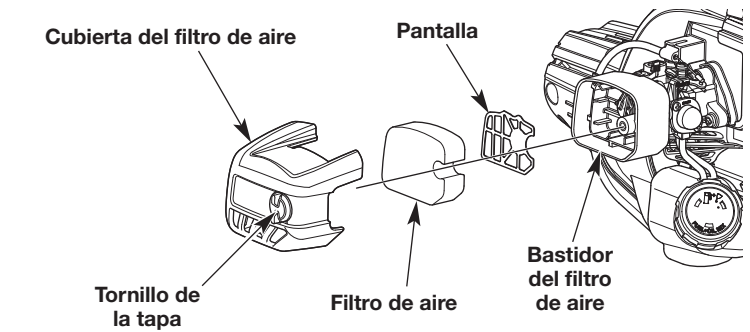

Fig. 10
1. Abra la tapa del filtro de aire desenroscando el tornillo correspondiente (Fig. 10).
2. Saque el filtro de aire y la pantalla que está detrás del mismo (Fig. 10).
6. Reemplace el filtro de aire y la pantalla que está detrás del mismo (Fig. 10).